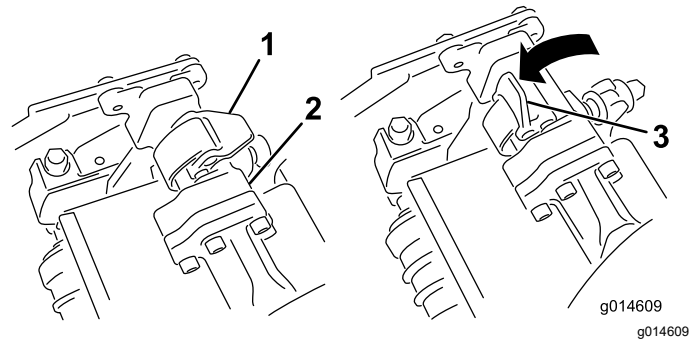

図 62
4. サスペンションアームのバーについているラッチを上向き開いた状態にして図 62、サスペンションアームを押し下げて、バーを、カッティングユニットのバーの上に被せるようにする図 63。
5. ラッチを下げて閉じるとカッティングユニットのバーがロックされてユニットがアームにセットされる図 62。